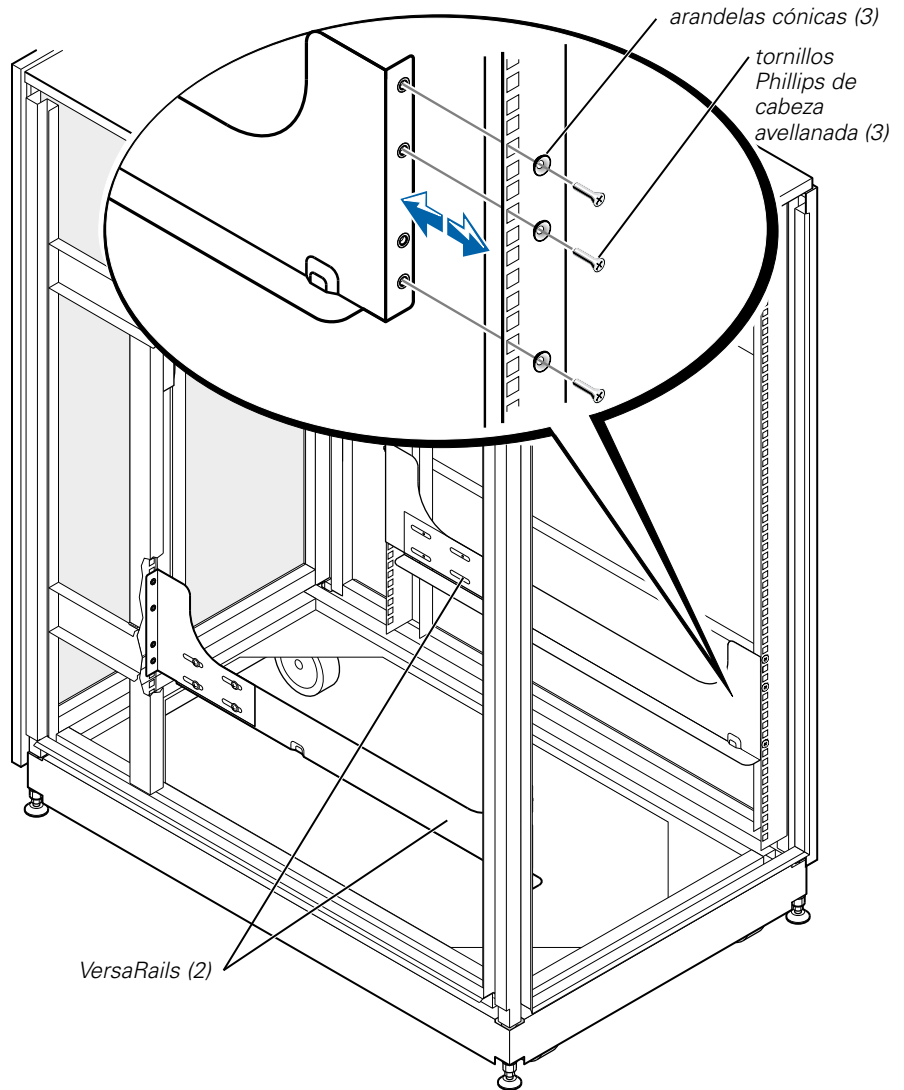

Figura 4-3. Instalación de VersaRails
4. Ajuste la parte delantera de VersaRails al rack mediante tres tornillos Phillips de cabeza avellanada y tres arandelas cónicas (consulte la Figura 4-3).